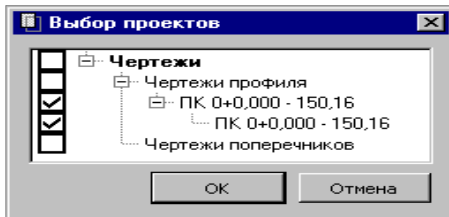

Рис. 14.6
- В открывшемся диалоговом окне **Выбор проектов** (рис. 14.6) укажите необходимые проекты чертежей профиля, затем нажмите кнопку **ОК**.